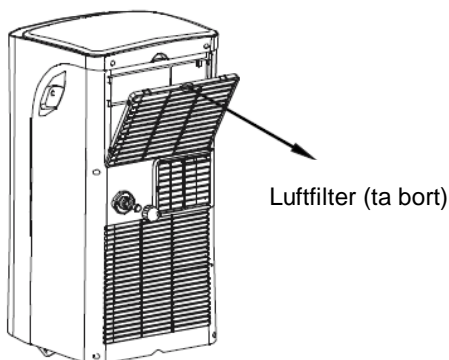

Bild 24
Ta ut lufffiltret längs pilriktningen (bild 24).
- Avlägsna pluggen ur bottenutloppet och låt allt vatten rinna ur den undre skålen (se bild 24).